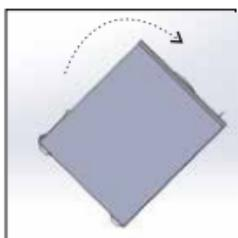
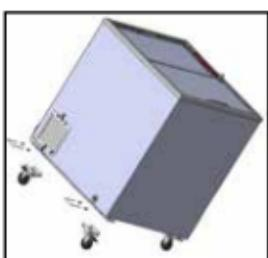

Fig. 2
Fig. 4
- Bringen Sie Ihr Produkt in die in Abbildung 2 gezeigte Position. Stellen Sie als nächstes sicher, dass die beiden Rollen mit Bremsen im Rollenfach, wie im Abbildung 4, auf der Rückseite des Fachs, die Rolle zuerst in die Gehäuse unter dem Fach zu platzieren und die Lochmitten gleich ausgerichtet sind. Dann stanzen Sie Ihren U-förmigen Stift durch die Löcher. Setzen Sie die Stiftkeile auf und befestigen sie.